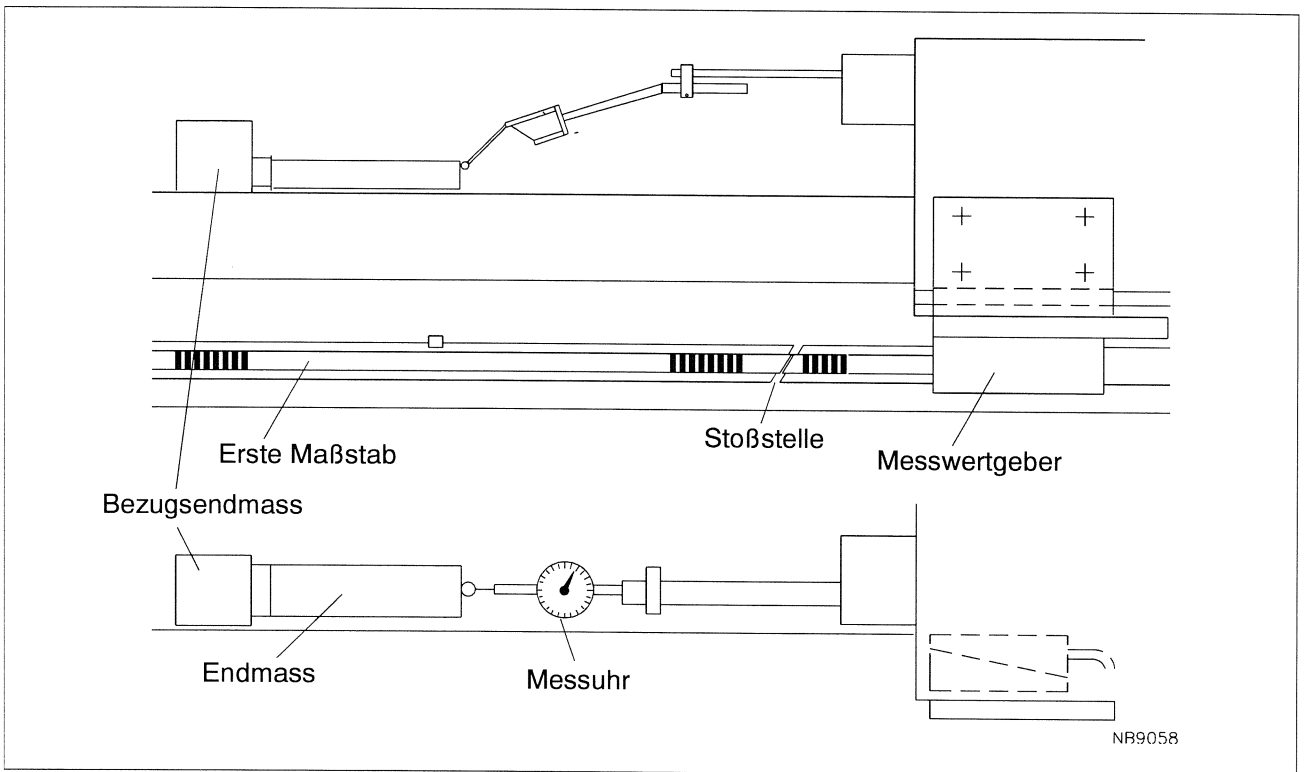

Fig. 30 Endgültige Justierung mit Hilfe von Endmaßen
An einer geeigneten Stelle der Führungsschiene der Werkzeugmaschine ein Bezugsendmaß anbringen, als Bezugspunkt für die Messung der Schlittenposition (mit einer am Schlitten angebrachten Meßuhr). Der Schlitten so verfahren, daß sich der Geber gerade zur Linken der Stoßstelle zweier Maßstäbe befindet (Bild 30).
- Den Schlitten nach links verfahren bis die Meßuhr das Ende des zweiten Endmaßes berührt und auf Null steht (Bild 30)
- Den Schlitten soweit über die Stoßstelle fahren, daß zwischen Bezugsendmaß und Meßuhr ein zweites Endmaß eingefügt werden kann (Bild 30).